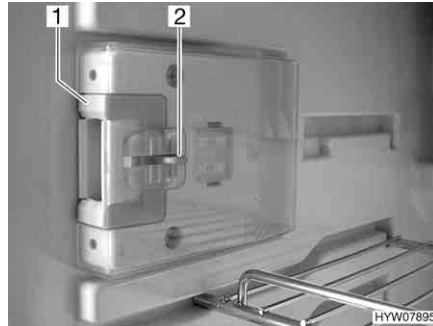
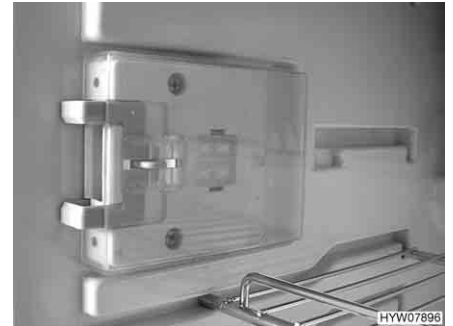

Bild 175 Låsanordning i normalläge
Bild 176 Låsanordning i ventilationsläge
■ Tryck in frigöringen (Bild 175,2).
■ Skjut låsanordningen (Bild 175,1) framåt (Bild 176).